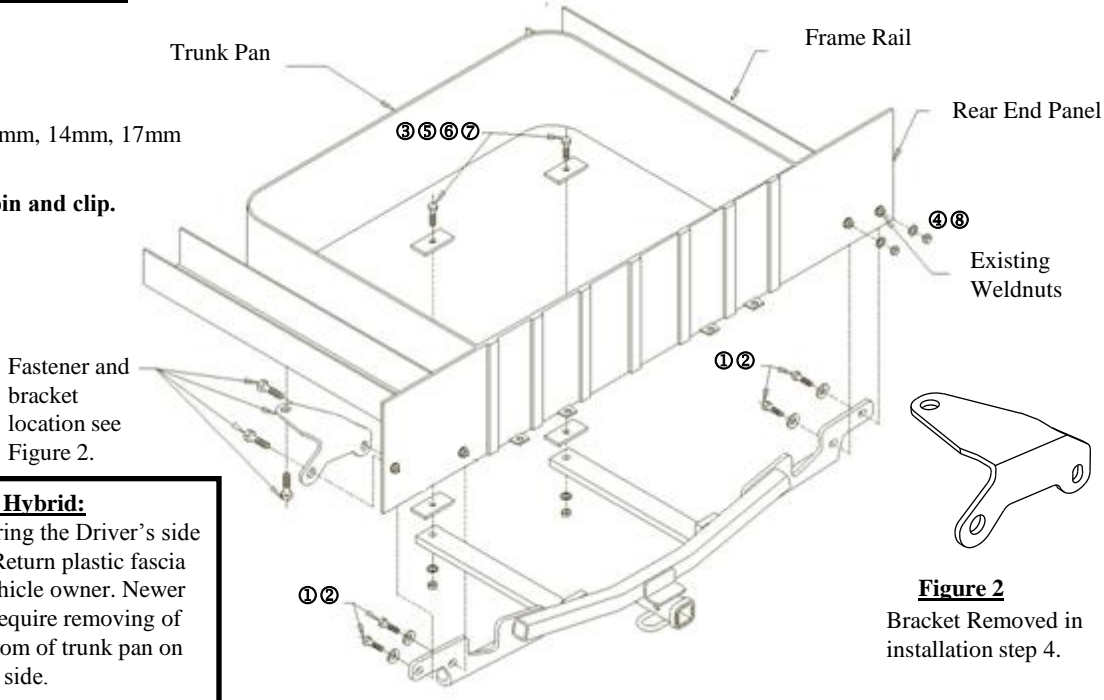

Figure 2
①	Qty. (4)	M10 X 40 X 1.25 CL8.8 Hex Bolt	⑤	Qty. (4)	Block 1/4 X 1.50 X 3.00
②	Qty. (4)	3/8" Conical Toothed Washer	⑥	Qty. (2)	1/2" Lockwasher
③	Qty. (2)	1/2-13 X 2.00 GR 5 Hex Bolt	⑦	Qty. (2)	1/2" Hex Nut
④	Qty. (2)	M10 X 1.25 Hex Nut	⑧	Qty. (2)	7/16 Washer
4. Remove the existing bracket shown in Figure 2 from the driver's side vehicle frame rail and the rear end panel and return to vehicle owner.
5. Raise hitch into position and install the M10 Hex bolts and the 3/8" conical toothed washers into the existing weldnuts in the vehicle. If no weldnuts are present on the passenger side, then use the nuts and washers provided. (④, ⑧)
Emplacement du support et de sa visserie. Voir figure 2.
①	Qté (4)	Boulon hex. M10 X 40 X 1.25 CL8.8	⑤	Qté (4)	Bloc 1/4 X 1.50 X 3.00
②	Qté (4)	Rondelle conique dentée 3/8 po	⑥	Qté (2)	Rondelle frein 1/2 po
③	Qté (2)	Boulon hex. 1/2-13 X 2.00 GR 5	⑦	Qté (2)	Écrou hex. 1/2 po
④	Qté (2)	M10 X 1.25 Hex Écrou	⑧	Qté (2)	7/16 Rondelle
- Enlever le support existant (illustré à la figure 2) fixé sur le longeron de châssis côté conducteur et le panneau d'extrémité arrière, puis le remettre au propriétaire du véhicule.
- Soulever l'attelage en position et installer les boulons M10 et les rondelles coniques dentées 3/8 po dans les écrous à souder existants du véhicule. Si aucun des écrous de soudure sont présents sur le côté du passager, puis utilisez les écrous et les rondelles fournies. (④, ⑧)